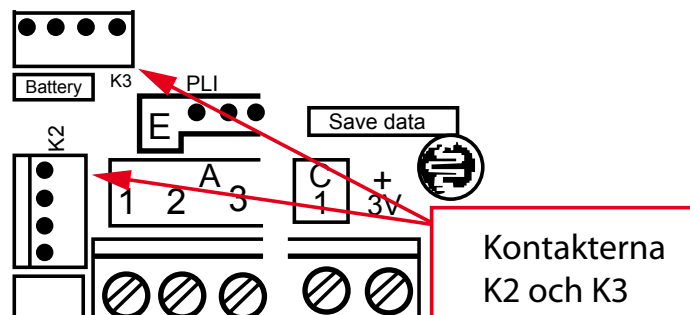

Fig 1, Anslutningsplint F4
3. Gör mätaren spänningslös genom att koppla ur de fyrpoliga kontaktarna K2 och K3, se fig.1.